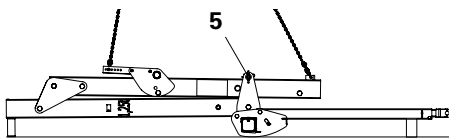

Fig. 13
- Svolgere la catena di sospensione e agganciare l'imbracatura della gru (Fig. 13 - 15) oppure
1. Estrarre gli inserti a molla e togliere l'inserto (5). (Fig. 13)